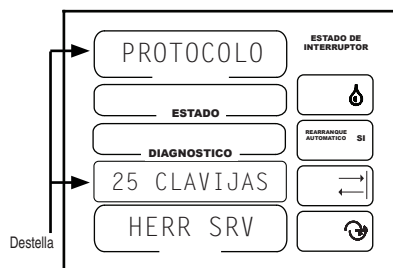

Figura 52-2
Los ajustes incluyen CTRL REM (control remoto), GPS V1, GPS V2, CTLREMOV2 y HERR SRV (herramienta de servicio). El ajuste predeterminado es CONTROL REMOTO. Vea la Figura 52-2.
1. PROTOCOLO 25 CLAVIJAS debe estar destellando. Vea la Figura 52-2.